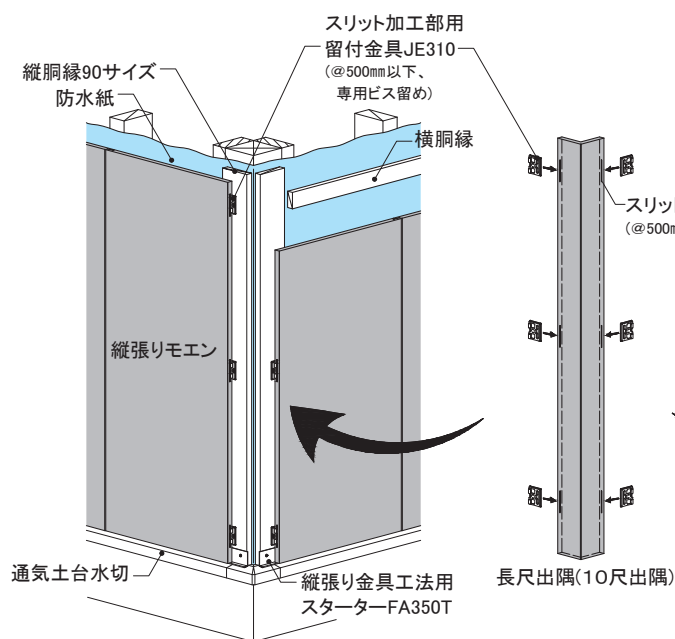

図1 モエン本体縦張り
●縦胴縁とし、幅90mm以上を使用します(図1、2)。
- スリット加工間隔＝金具留付間隔は、500mm以下とします(図1)。
JE310にて留め付けます(図1)。